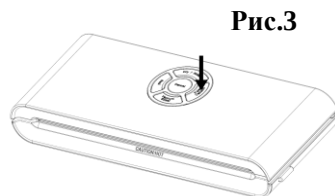

Рис.3
4. Щоб розпочати вакуумування, натисніть кнопку PULSE VACUUM вакуумного контейнера, розташовану трохи вище отвору для всмоктування повітря — Рис. 3. Щоб запобігти проходженню повітря між контейнером і кришкою, на початку процесу вакуумування притисніть кришку контейнера рукою.